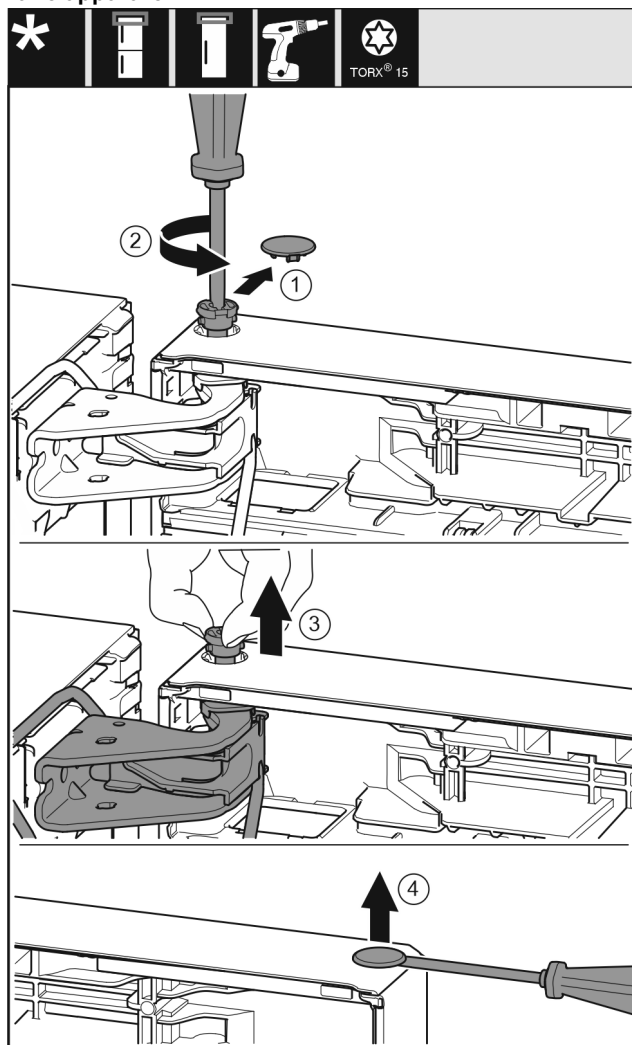

Fig. 22
- ▶ Træk forsigtigt sikringsafdækningen af. Fig. 22 (1)
- ▶ Skru bolten lidt ud med en skruetrækker T15. Fig. 22 (2)
- ▶ Hold fast i døren, og træk boltene ud med fingrene. Fig. 22 (3)
- ▶ Løft forsigtigt propperne ud af lågens legebøsning med en kærveskruetrækker, og træk dem ud. Fig. 22 (4)